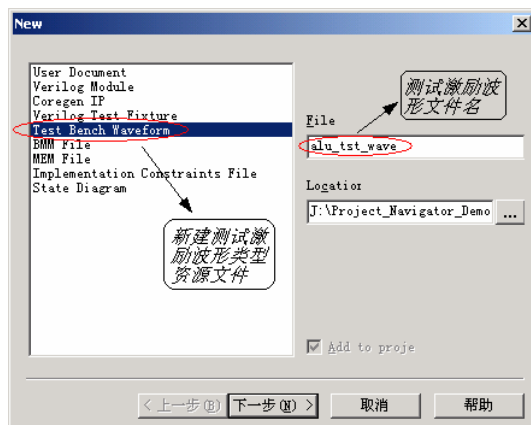

图2-89 新建测试激励波形资源
1. 启动工程后，在资源管理窗单击鼠标右键，在弹出的菜单中选择【New Source】命令，弹出新建资源对话框，选择新建资源类型为“Test Bench Waveform”，键入测试激励文件名，如图 2-89 所示。